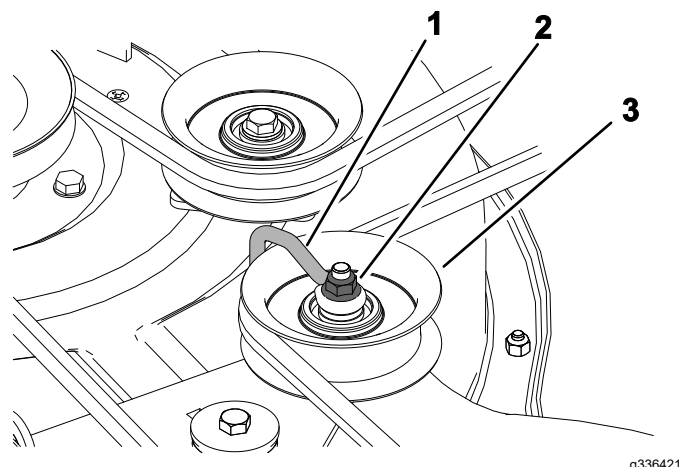

Figure 48
2. Vis (3)
5. Desserrez l'écrou qui fixe le fil métallique à la poulie de tension (Figure 48).
Remarque: Positionnez le fil métallique contre le bras de la poulie de tension, comme montré à la Figure 48.